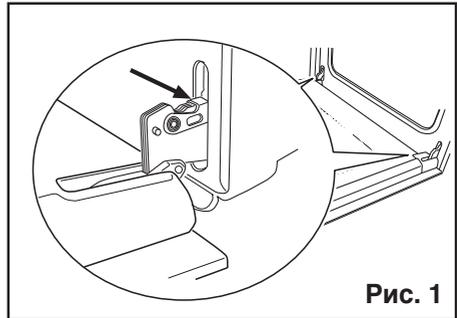

Рис. 1
2. найдите обе петли (Рис. 1);